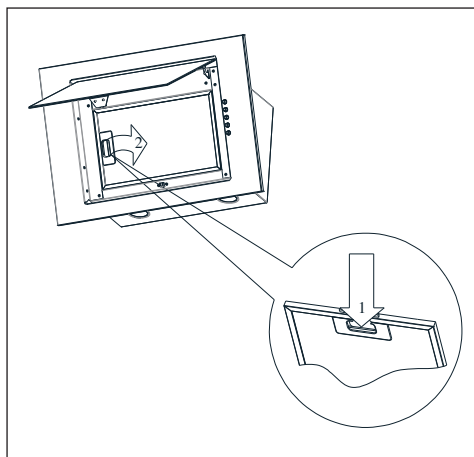

Fig.13 Dépose du filtre à graisse en aluminium
4. Ouvrez le couvercle de la hotte et retirez le filtre à graisse (Fig.13).